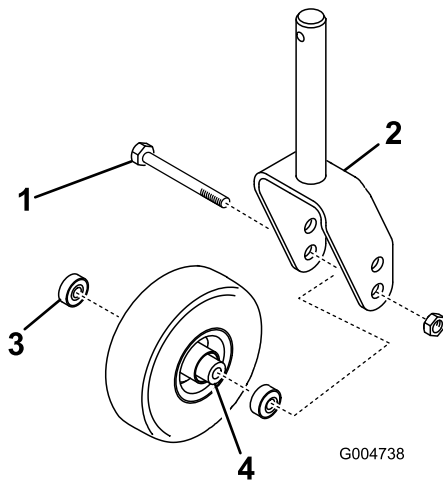
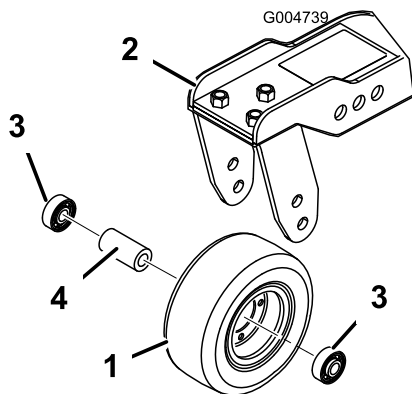

Figura 105
Figura 106
1. Togliete il dado di bloccaggio dal bullone che fissa il gruppo ruota orientabile alla forcella (Figura 105) o al braccio di rotazione (Figura 106).
- Togliete il cuscinetto dal mozzo della ruota e lasciate cadere il distanziale del cuscinetto (Figura 105 e Figura 106).